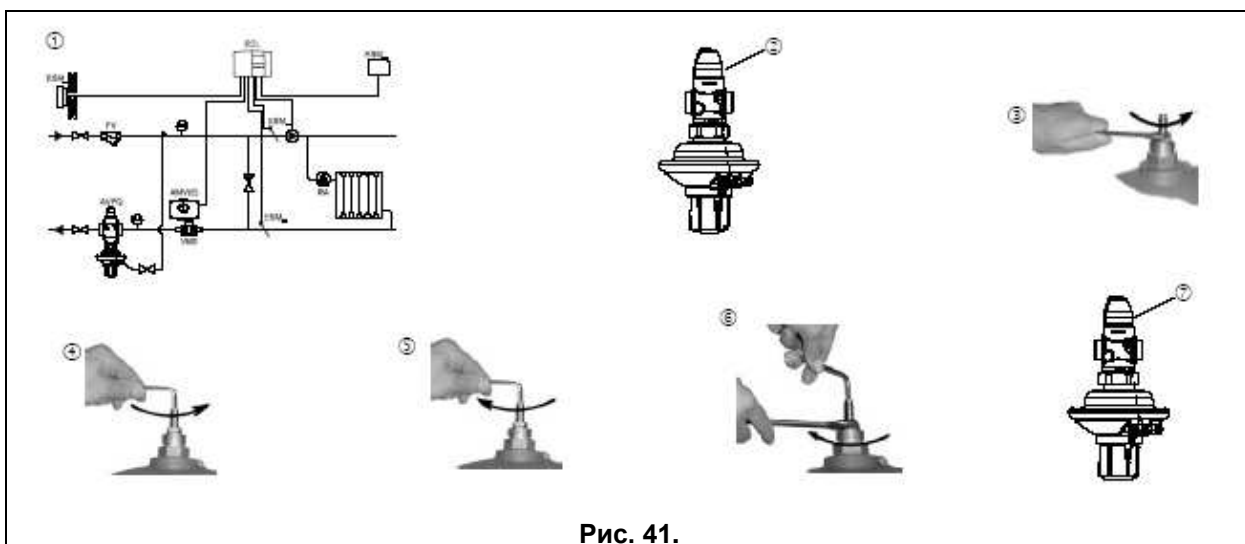

Рис. 41.
Система должна быть в рабочем режиме. Все запорные устройства на установках или байпасной линии (1) (Рис. 41.) должны быть полностью открыты.
1. Отверните крышку (2) (Рис. 41.) и ослабьте контргайку (3) (Рис. 41.).
Вращайте дроссель против часовой стрелки (4) (Рис. 41.) для увеличения расхода.
Вращайте дроссель по часовой стрелке (5) (Рис. 41.) для снижения расхода.
3. Затяните контргайку (6) (Рис. 41.).
4. Наверните крышку (7) (Рис. 41.) и затяните ее.